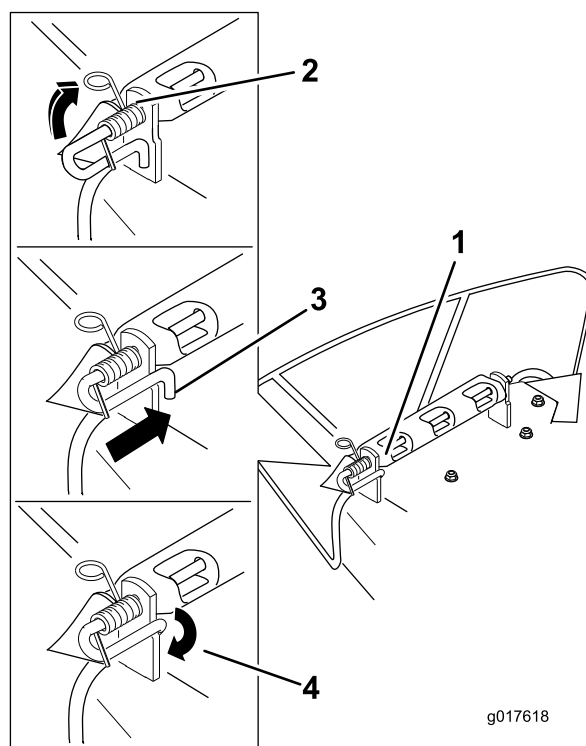

Figura 76
4. Coloque el nuevo deflector de descarga con los extremos de los soportes entre los soportes soldados de la carcasa, según se muestra en la Figura 76.
6. Coloque el muelle en la varilla como se muestra en la Figura 76, de manera que el extremo corto del muelle suba desde debajo de la varilla antes de la curva y pase por encima de la varilla después de la curva.
7. Levante el extremo del muelle que tiene bucle y colóquelo en la muesca del soporte del deflector (Figura 76).
8. Fije el conjunto de varilla y muelle torciéndolo de manera que el extremo corto de la varilla se coloque detrás del soporte delantero que está soldado a la carcasa (Figura 76).